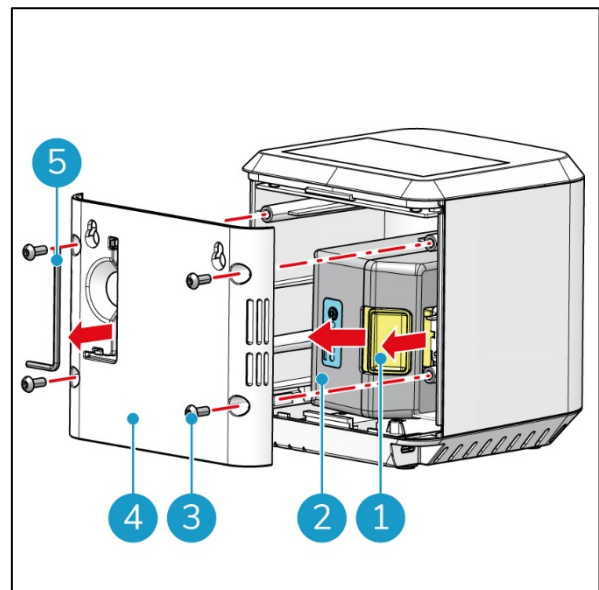

Figura 7
1. Rimuovere le quattro viti a brugola (Figura 7, pos 3) utilizzando la chiave a brugola (Figura 7, posizione 5).
2. Rimuovere la parte posteriore (Figura 7, pos 4) di i-sense.
3. Rimuovere o inserire la batteria (Figura 7, pos 2) premendo il pulsante giallo (Figura 7, posizione 1).